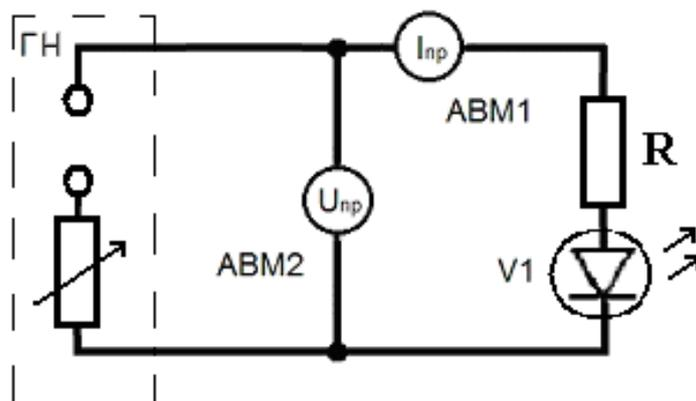

Рис. 2.41. Схема для снятия характеристик светодиода
1. Установить на лабораторном стенде плату № 10 из рабочего комплекта, собрать электрическую схему с помощью соединительных проводов (рис. 2.41), подключив источник напряжения ГН и измерительные приборы АВМ1, АВМ2.
3. Рассчитать сопротивление R_d и падение напряжения на светодиоде U_d , используя уравнение для контура (см. рис. 2.41):
6. Собрать схему с двухцветным светодиодом (см. рис. 2.41).
9. Собрать схему с трехцветным светодиодом (см. рис. 2.41).